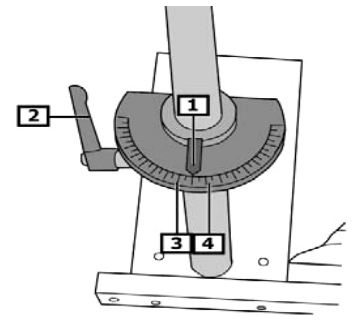

Fig. 6:
- Fig. 6** LagerbockEinstellung, rechte Seite, Feststellhebel (2) lösen. Zeiger (1) auf 10° rechts (4) stellen. Feststellhebel festdrehen (2).
- Fig. 6** LagerbockEinstellung, linke Seite, Feststellhebel (2) lösen. Zeiger (1) auf 10° (3) links stellen. Feststellhebel (2) festdrehen.
- Fig. 6** Bearing mount setting, right side, loosen locking lever (2). Set pointer (1) to 10° right (4). Tighten locking lever (2).
- Fig. 6** Bearing mount setting, left side, loosen locking lever (2). Set pointer (1) to 10° left (3). Tighten locking lever (2).
- Fig. 6** Réglage de support de palier, côté droit, desserrer le levier de blocage (2). Régler l'index (1) sur 10° à droite (4). Bloquer le levier de blocage (2) en le faisant tourner.
- Fig. 6** Réglage de support de palier, côté gauche, desserrer le levier de blocage (2). Régler l'index (1) sur 10° à gauche (3). Bloquer le levier de blocage (2) en le faisant tourner.
- Fig. 6** Ajuste del soporte del cojinete, lado derecho; soltar la palanca de bloqueo (2). Colocar el indicador (1) a 10° hacia la derecha (4). Fijar la palanca de bloqueo (2).
- Fig. 6** Ajuste del soporte del cojinete, lado izquierdo; soltar la palanca de bloqueo (2). Colocar el indicador (1) a 10° hacia la izquierda (3). Fijar la palanca de bloqueo (2).